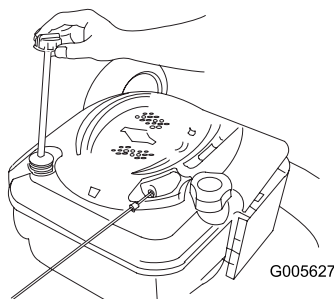

Bild 31
1. Ziehen Sie den Peilstab heraus (Bild 31).